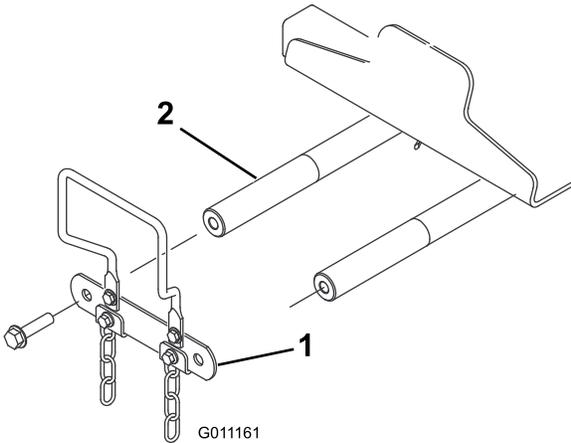

图 10
4. 在机器前部卸下将枢轴连杆固定到提升臂枢轴的 2 个凸缘平头螺丝 1/2 x 2 英寸然后卸下连杆图 10。